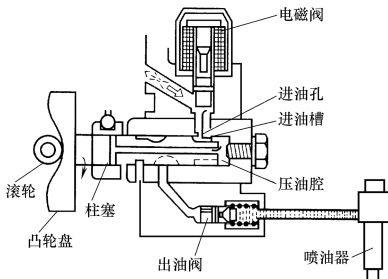

图 1-239 进油过程
(1) **进油过程** 如图 1-239 所示，滚轮由凸轮盘的凸峰移到最低位置时，柱塞弹簧将柱塞由右向左推移，在柱塞接近终点位置时，柱塞头部的一个进油槽与柱塞套上的进油孔相通，柴油经电磁阀下部的油道流入柱塞右端的压油腔内并充满中心油道。此时柱塞配油槽与分配油路隔绝，泄油孔被柱塞套封死。